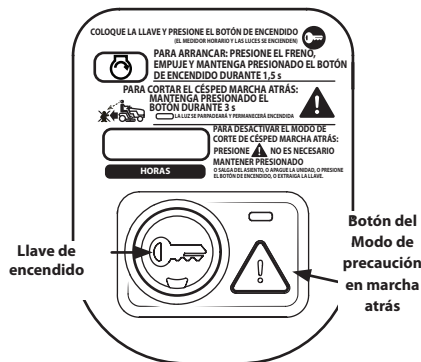

Figura 3-2
2. Mantenga presionado el botón MODO DE PRECAUCIÓN EN MARCHA ATRÁS durante 3 segundos. La luz indicadora parpadeará durante 3 segundos y permanecerá encendida cuando se active el MODO DE PRECAUCIÓN EN MARCHA ATRÁS. Vea la Figura 3-2.
3. La luz indicadora ubicada encima del MODO DE PRECAUCIÓN EN MARCHA ATRÁS estará ENCENDIDA mientras este modo esté activado. Vea la Figura 3-2.